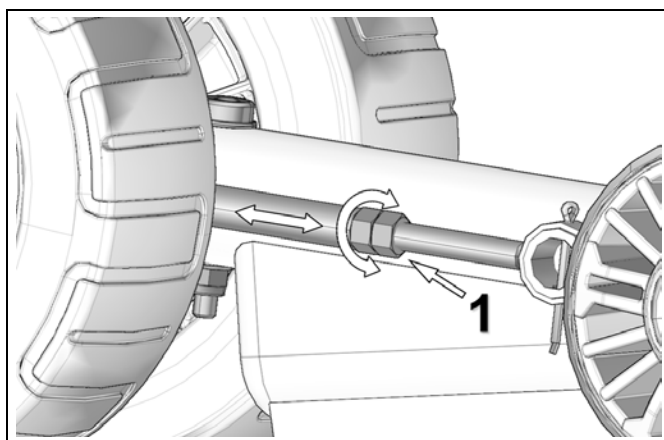

Figure 29
Desserrer le contre-écrou et tourner l'écrou d'ajustement (1) pour régler la tension de la chenille. Voir la Figure 29.